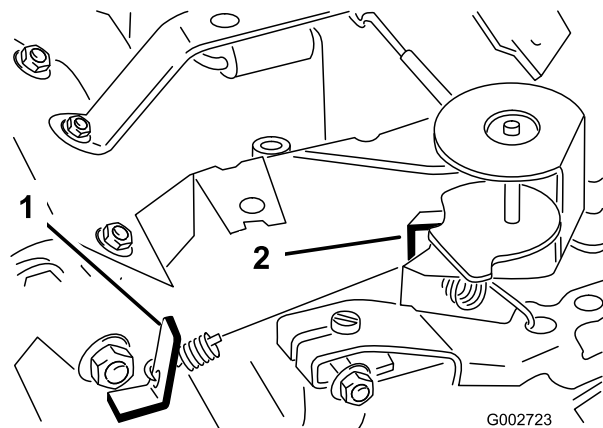

Figura 40
3. Piegate la linguetta di ancoraggio della molla regolata alla minima (Figura 40) per ottenere una velocità minima di 1.675 - 1.175 giri/min.
6. Piegate la linguetta di ancoraggio della molla del massimo (Figura 40) per ottenere una velocità massima di 3.350 - 3.450 giri/min.